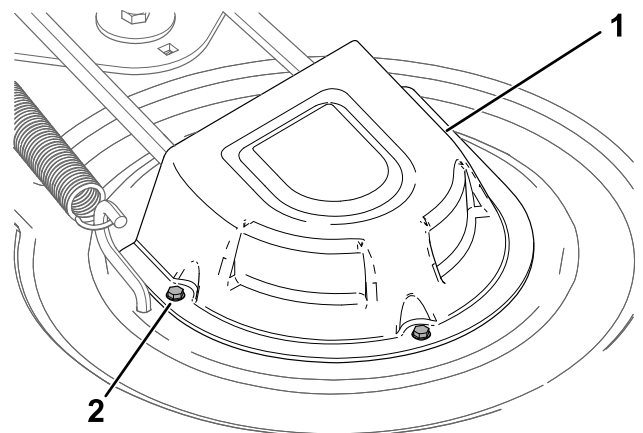

Figura 54
4. Afloje los tornillos y retire las cubiertas de las poleas (**Figura 54**).